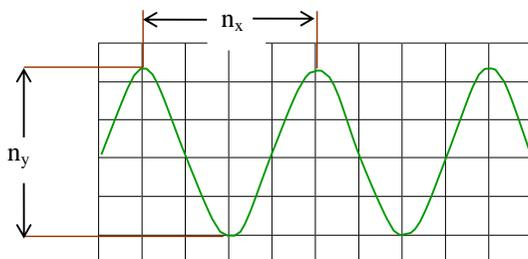

Рис. 7.7. Изображение на экране осциллографа
7.25. По размерам изображения на экране рисунок 7.7. определите амплитуду сигнала по формуле 7.1:
7.33. По размерам изображения на экране рисунок 7.7, определите период сигнала по формуле 7.5: